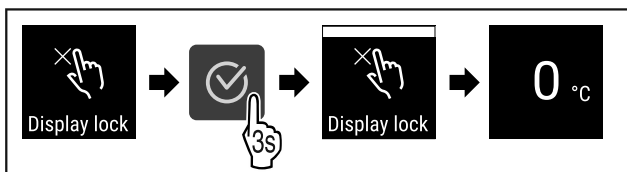

Fig. 96
- Выполните шаги действия (см. Fig. 96).